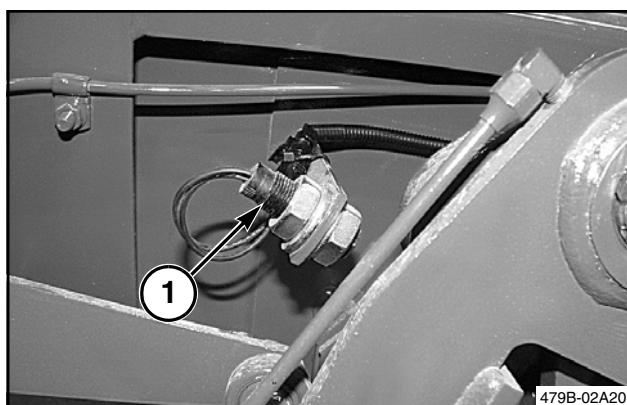

FIG. 17
FIG. 17: Korrekt funktion i fødercyklussen er vigtig for korrekt funktion af balledensitetens kredsløb. Der er monteret en sensor (1) nær føderens krumtaparm til at monitorere fødercyklussen.